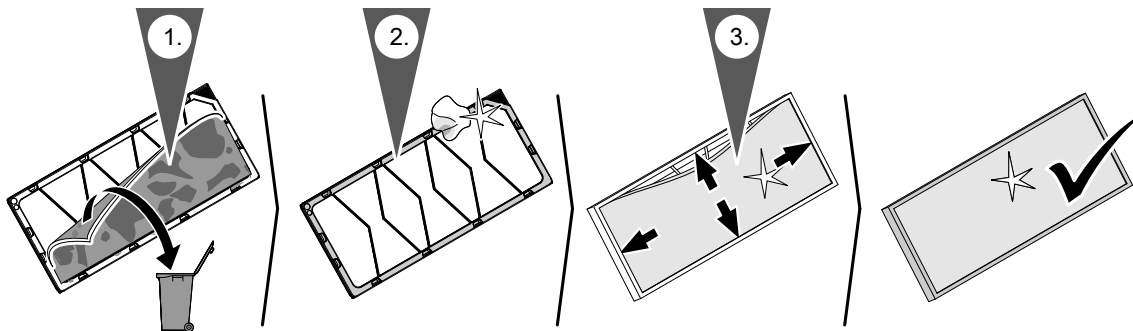

Abb. 17
■ Bei Grobfiltern G4 (= ISO Coarse 60 %) nur das Filtervlies im Filterrahmen austauschen, siehe Abb. 17.